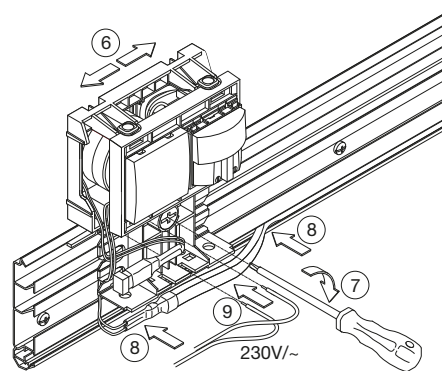

Abbildung 8
**3. Geräteträger fixieren** (Abb. 8)
**4. Trafo und Bewegungsmelder anschliessen** (Abb. 8)